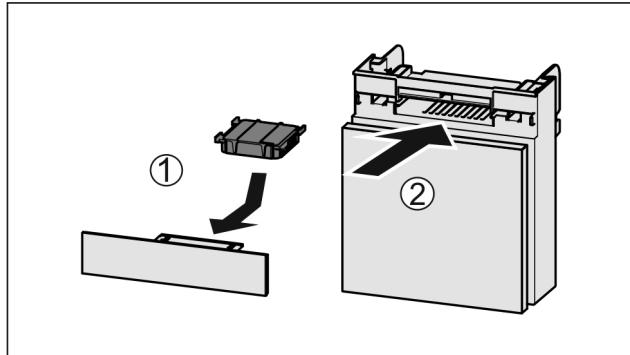

Fig. 149
- Установите фильтр с активированным углем, как показано на рисунке Fig. 149 (1).
- Вставьте отделение Fig. 149 (2).